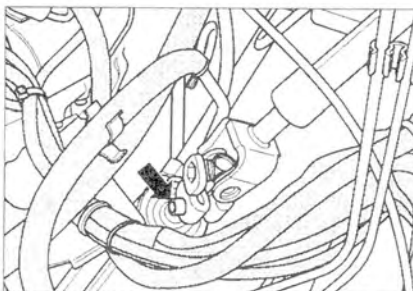

Рис. 7.11. Выкрутите болт (стрелка) крепления универсального шарнира и отсоедините его от рулевого механизма.
7. Выкрутите болт (стрелка) крепления универсального шарнира и отсоедините его от рулевого механизма (рис. 7.11).